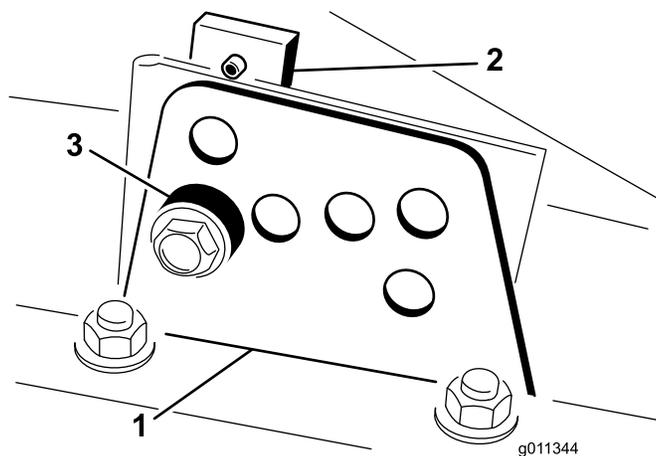

Рисунок 7
2. Ослабьте болт крепления каждого кронштейна высоты скашивания к пластине регулировки высоты скашивания (с передней и каждой боковой стороны) (Рисунок 7).
4. Удерживая камеру, снимите проставку (Рисунок 7).